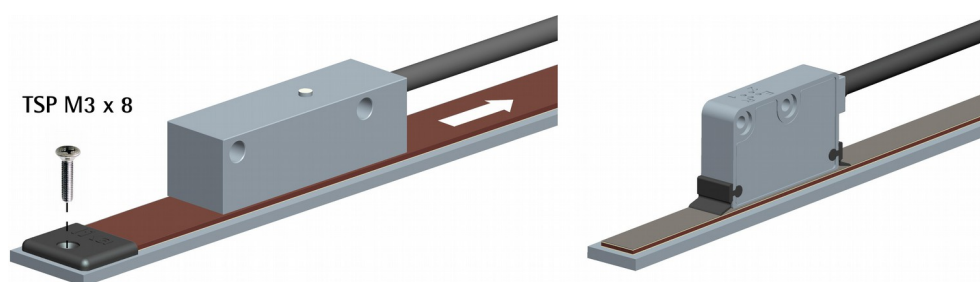
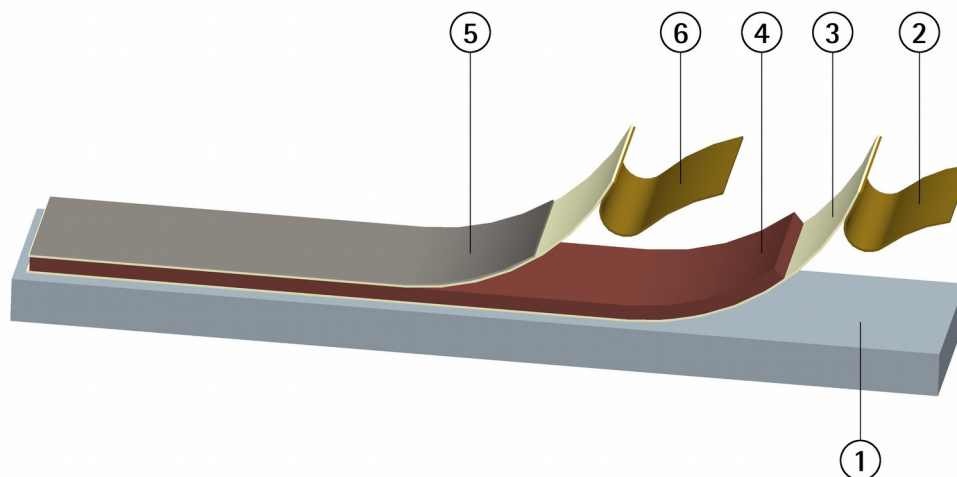

Figura 1 - Montaggio della banda con biadesivo
Figura 2 - Montaggio della banda magnetica
La banda è spedita avvolta in bobine con la superficie magnetizzata rivolta verso l'interno. L'eventuale copribanda è spedito separatamente e deve essere incollato alla banda a cura del cliente secondo le modalità descritte in questo manuale (si veda la sezione "3.8 Montaggio del copribanda (Figura 2)" a pagina 25).
#### 3.7.1 Fissaggio con biadesivo (Figura 1 e Figura 2)
- se fornito, montare il copribanda **5** come descritto nella sezione "3.8 Montaggio del copribanda (Figura 2)" a pagina 25.
- Installare la banda magnetica come descritto nella sezione "3.7.1 Fissaggio con biadesivo (Figura 1 e Figura 2)" a pagina 18;
Nel caso di lettura sulla superficie esterna dell'arco o della circonferenza il raggio di curvatura non dovrà essere inferiore a 100 mm per MT; e inferiore a 75 mm per MTLA. Nel caso invece di lettura sulla superficie interna dell'arco o della circonferenza il raggio di curvatura minimo sarà di 50 mm (solo per MT). Provvedere al fissaggio della banda come descritto per le applicazioni lineari alla sezione "3.7.1 Fissaggio con biadesivo (Figura 1 e Figura 2)" a pagina 18.
### 3.8 Montaggio del copribanda (Figura 2)